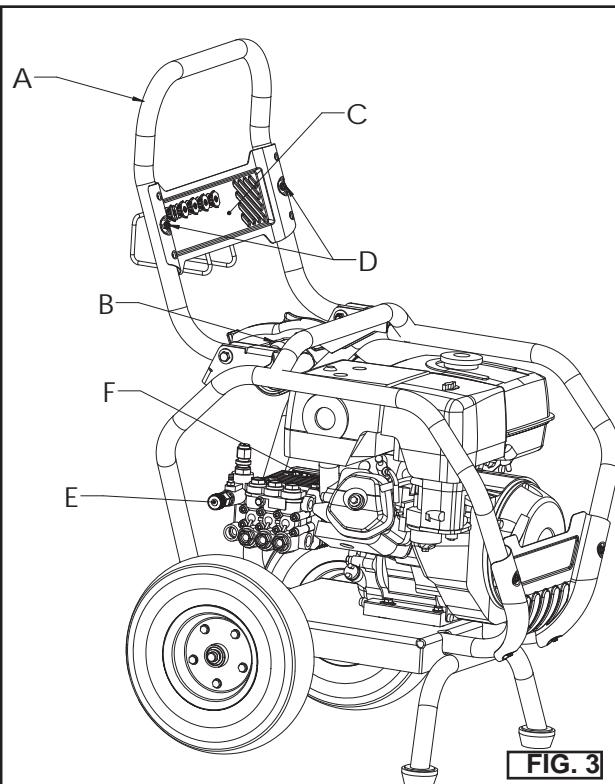

FIG. 3
3. Tourner la poignée (A) vers le haut à l'opposé de la laveuse à pression jusqu'à ce qu'elle s'arrête, tirer la tige (B) et tourner la poignée jusqu'à ce qu'elle s'arrête. Laisser aller la tige et déplacer la poignée légèrement jusqu'à ce qu'elle se verrouille en place.
5. Fixer le panneau de buse (C) à la poignée (A) à l'aide des 2 vis (D) fournies comme illustré à la Fig. 3. Insérer les 5 embouts de buse dans les œillets sur le panneau.
6. Connectez le tuyau flexible haute pression à l'orifice de sortie de la pompe (E). Serrez à fond. (Fig. 3)